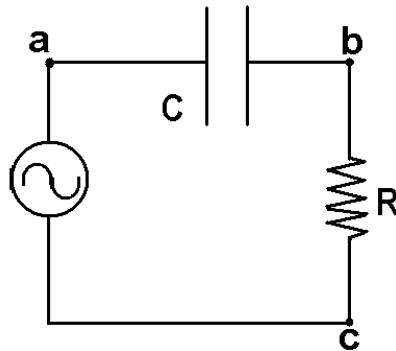

Figura 2: Circuito RC
1.- Arme el circuito de la figura 2 con $R = 1 \text{ k}\Omega$, $C = 10\,000 \text{ pF}$.